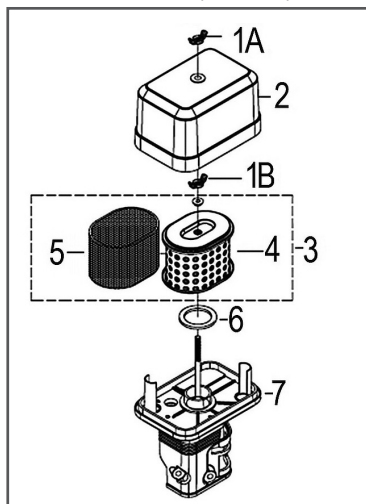

Рис. 20 Обслуживание воздушного фильтра
1. Открутите барашковую гайку 1А и снимите крышку 2 воздушного фильтра (Рис. 20).
2. Открутите барашковую гайку 1В и извлеките из корпуса воздушный фильтр 3 в сборе (Рис. 20).
3. Проверьте целостность и чистоту фильтрующих элементов. Поролоновый (предварительный) фильтрующий элемент 5 установлен на корпусе бумажного фильтрующего элемента 4 (Рис. 20).
4. При незначительном загрязнении промойте поролоновый фильтрующий элемент 5 (Рис. 20) теплым мыльным раствором и просушите. Поврежденный или сильно загрязненный поролоновый фильтрующий элемент замените.
5. Произведите очистку крышки 2 и корпуса 7 воздушного фильтра (Рис. 20), не допуская попадания пыли и грязи в воздухопровод, ведущий к карбюратору.
7. Перед установкой воздушного фильтра убедитесь, что уплотнительное кольцо 6 воздушного фильтра находится на месте и не имеет повреждений (Рис. 20).